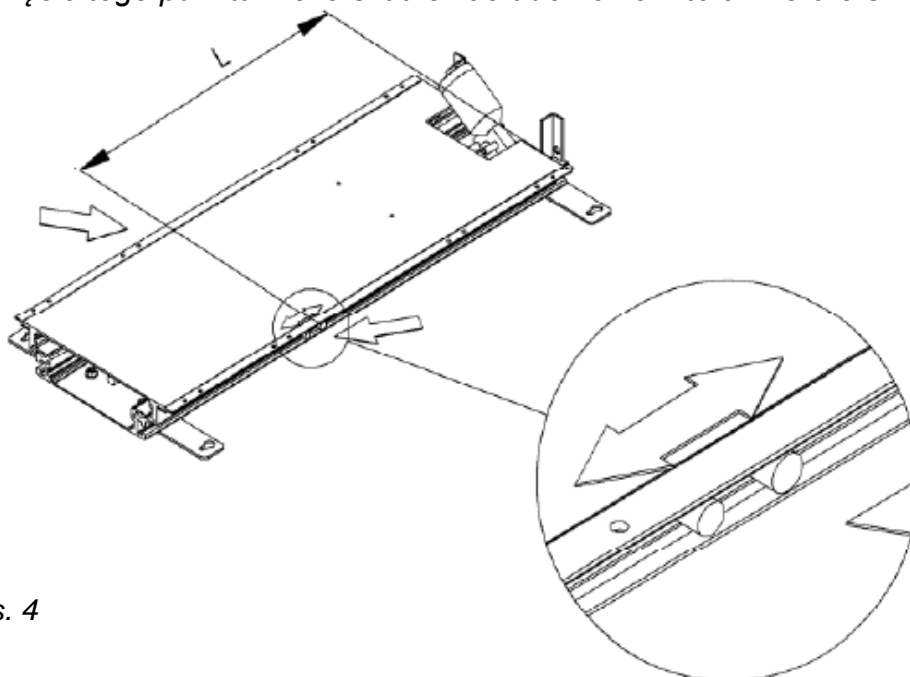

rys. 3
3. Dla montażu ściennego przymocuj belki montażowe do podnośnika (rys. 3). Użyj śrub i podkładek przykręconych do podnośnika.